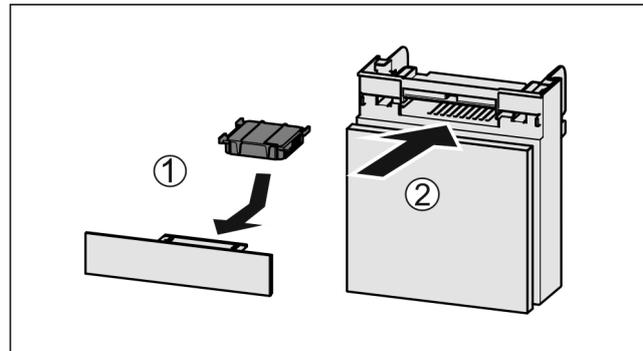

Fig. 141
- ▶ Aktivkohlefilter nach Abbildung einsetzen Fig. 141 (1).
- ▶ Fach einschieben Fig. 141 (2).